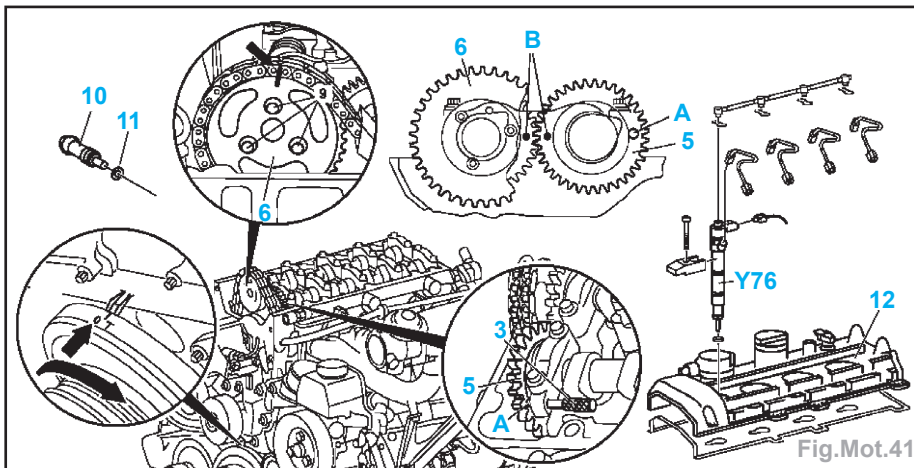
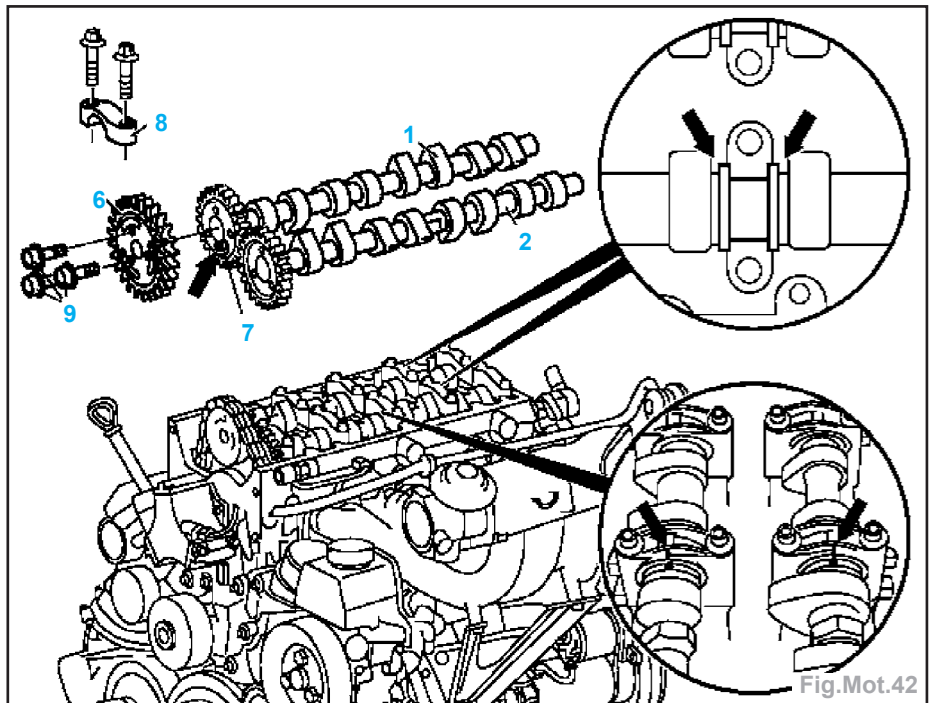

Fig.Mot.41
Fig.Mot.42
- Déposer (Fig.Mot.41) :
• le couvre-culasse (12).
- Dévisser le pignon d'arbre à cames (6) de l'arbre à cames d'échappement (1) (Fig.Mot.42).
- Déposer le pignon d'arbre à cames (6).
Nota : huiler les poussoirs à coupelle et les paliers d'arbre à cames, vérifier la mobilité des poussoirs à coupelle. Positionner l'arbre à cames d'admission et l'arbre à cames d'échappement au niveau des paliers de butée (flèches) (Fig.Mot.42). Monter les arbres à cames de telle sorte que les trous (B) (Fig.Mot.41) des pignons d'arbre à cames soient face à face et que les marques sur l'arbre à cames (flèches) et sur le chapeau de palier d'arbre à cames coïncident (Fig.Mot.42). Les arbres à cames sont fragiles à la rupture. Veiller à un montage exempt de toute tension. Respecter l'affectation des arbres à cames. Les chiffres-repères des arbres à cames se trouvent sur l'épaule du palier de butée (voir «Caractéristiques»).
- Poser les chapeaux de palier d'arbre à cames (8) dans l'ordre inverse de la dépose.
- Immobiliser l'arbre à cames d'admission en insérant la goupille de blocage (3) au travers du 1^{er} chapeau de palier d'arbre à cames, puis dans le trou (A) du pignon d'arbre à cames d'admission. L'arbre à cames d'admission étant bloqué, le piston du 1^{er} cylindre doit se trouver au PMH d'allumage.
- Monter le pignon d'arbre à cames (5 et 6) doivent se faire face et les marques sur l'arbre à cames et sur le chapeau de palier d'arbre à cames doivent coïncider (flèches) (Fig.Mot.42).
- Positionner le piston du 1^{er} cylindre sur PMH d'allumage (repère «OT» face au repère sur le couvercle du carter de distribution) (Fig.Mot.41).
- Immobiliser l'arbre à cames d'admission en insérant la goupille de blocage (3) au niveau du 1^{er} chapeau de palier d'arbre à cames, dans le trou (A) du pignon d'arbre à cames d'admission (5) (Fig.Mot.41).
- Contrôler la position de base des arbres à cames : les deux repères (B) (Fig. Mot.41) sur les pignons d'arbre à cames doivent se faire face et les marques sur l'arbre à cames et sur le chapeau de palier d'arbre à cames doivent coïncider (flèches) (Fig.Mot.42).